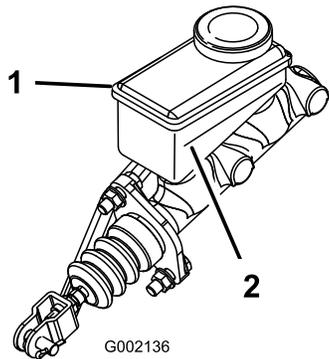

Figura 18
3. Osservate la linea del livello del fluido sul lato del serbatoio (Figura 18).
- B. Aggiungete il fluido dei freni DOT 3 al serbatoio, in modo che il livello del fluido sia superiore alla linea del minimo (Figura 18).